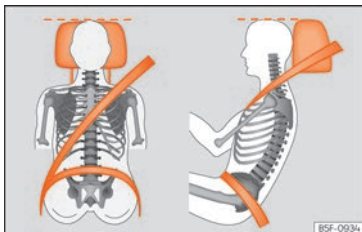

Fig. 5 Sangle bien ajustée et appuie-tête correctement réglé.
- Réglez l'appuie-tête de manière à ce que son bord supérieur soit, dans la mesure du possible, à la même hauteur que la partie supérieure de votre tête, et au moins à la hauteur de vos yeux. Gardez la nuque le plus près possible de l'appuie-tête » **fig. 5**.